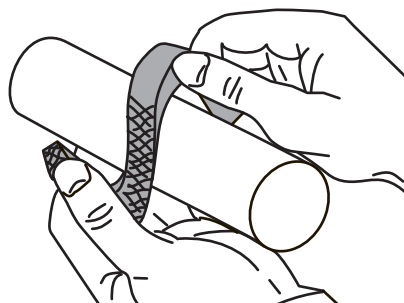

Figure 7: Ouverture d'une bague de garniture.
- 2 Ouvrez axialement les bagues de garniture comme indiqué à la figure 7 et montez-la autour de l'arbre. Faites en sorte que les passes des bagues soient tournées de 90° les uns à l'égard des autres.
- 4 Ouvrez axialement la première bague de garniture comme indiqué à la figure 7 à la page 35 et montez-la autour de l'arbre. Poussez la bague fortement avec un bout de tuyau divisé en deux avec les dimensions propres.